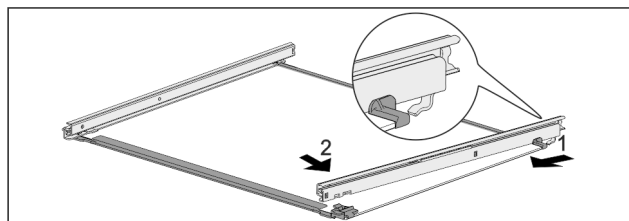

Fig. 116 Glasplaat met rails
- Rail achter vastmaken. Fig. 116 (1)
- Rail voor vastmaken. Fig. 116 (2)